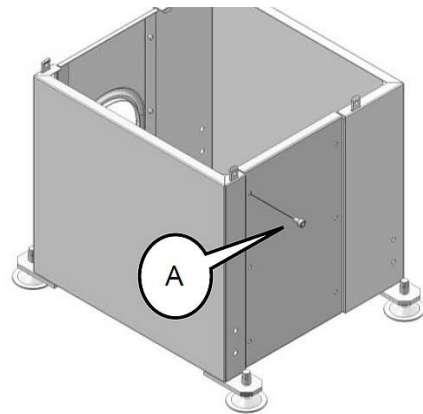

Fig.7: Montaje del bastidor base de la máquina
Paso 2: Monte la base de la máquina con 12 huecos hexagonales tornillos (A, Fig.7).